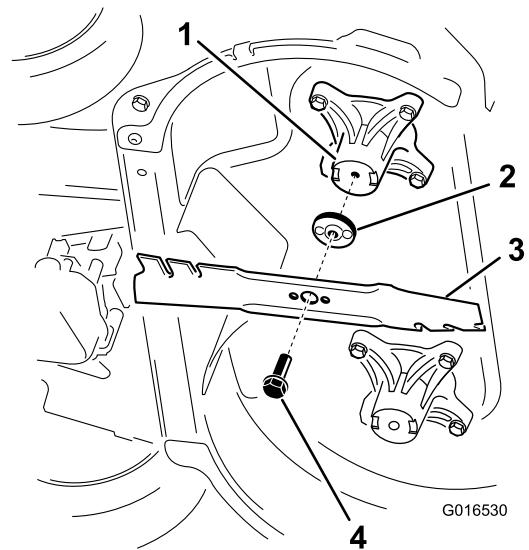

Figura 44
- Eje (2)
- Impulsor de la cuchilla (2)
- Cuchilla (2)
- Perno de la cuchilla (2)
- Retire cada cuchilla, como se muestra en la Figura 44.
1. Instale la primera cuchilla en posición horizontal, junto con todos los herrajes de montaje, según se muestra en Figura 44.